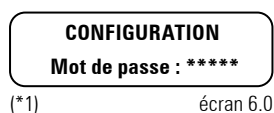

Fig. 56. Écran 6.0 «Configuration».
7.3.7. Niveau 'CONFIGURATION' (menu écran 6.0). Voir Fig. 56.